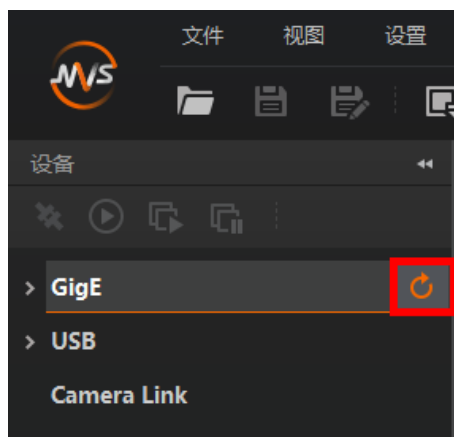

图3-7 刷新 GigE 口设备列表
2. 设备列表会自动显示当前枚举到的设备。也可通过点击 GigE 接口处的刷新按钮, 对设备列表中显示的设备进行手动刷新, 如图3-7所示。